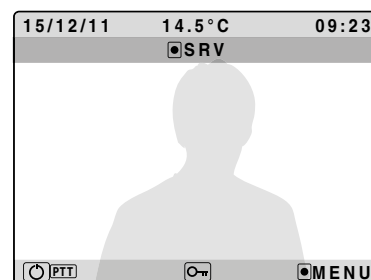

Fig. 2C
- Attivare il servizio secondario tenendo premuto il pulsante  fino alla segnalazione di attivazione **Fig.2C**;